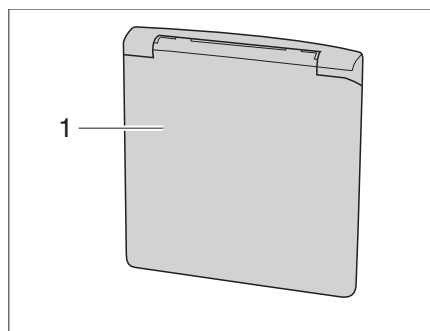

Fig. 4 Sportello per collegamento a 230 V
**Apertura:** ■ Afferrare lo sportello esterno (Fig. 4,1) in basso e sollevarlo.